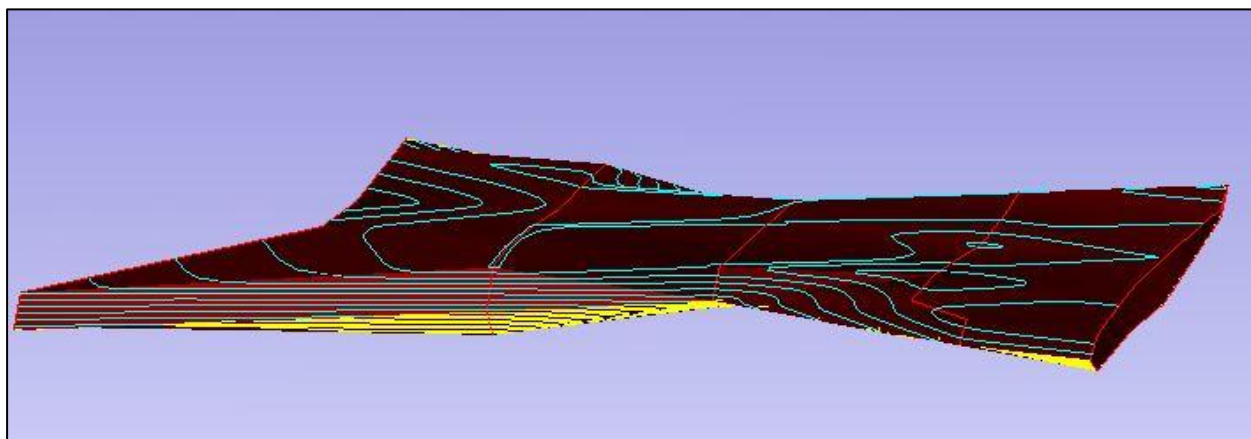

Рис. 9.6
7. Сравните полученный результат с рис.9.6.